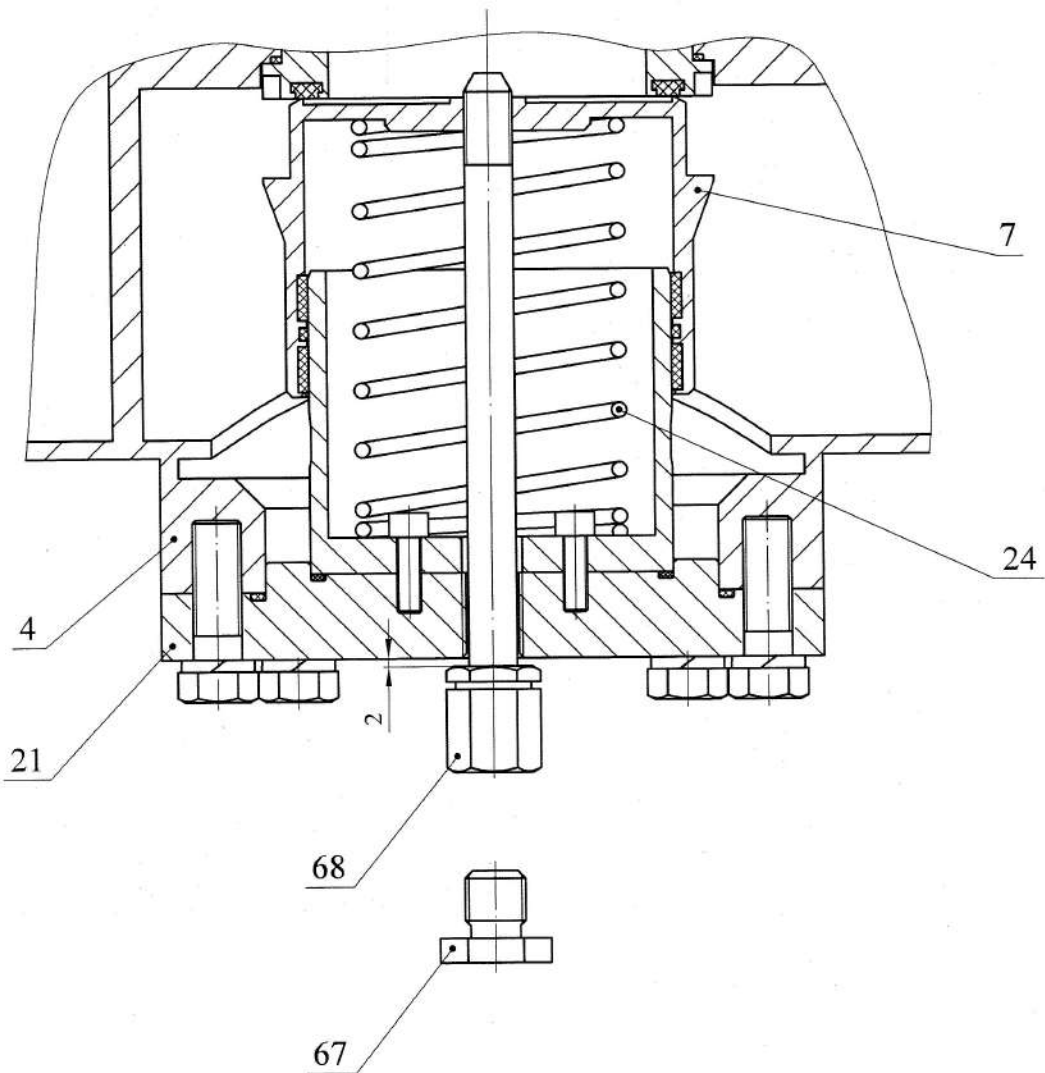

Рисунок 9
11.3.5 При разборке регулятора, для снятия нижней направляющей 21 совместно с предохранительно запорным клапаном 7 и для обеспечения безопасной разборки, необходимо предварительно вывернуть пробку 67 (рисунок 9) и через отверстие в направляющей 21 вернуть съемник 68 в клапан 7 на 2мм не довернув его до упора в направляющую (съемник поставляется в комплекте). При отворачивании болтов это позволит пружине 24 оттолкнуть направляющую 21 и образовать зазор между ней и корпусом 4, что облегчит процесс разборки. После отворачивания болтов медленно вытащить направляющую совместно с поршневым клапаном 7 удерживаемым съемником 68 (при отворачивании болтов придерживать направляющую). Направляющую совместно с клапаном положить на мягкую поверхность клапаном вниз, слегка надавить на направляющую, сжав пружину 24, и отвернуть съемник. Медленно снять направляющую с клапана.